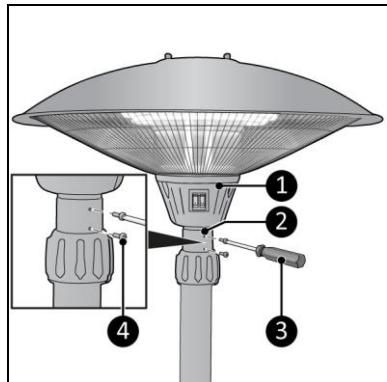

Figura 6
6. Fixați reflectorul de încălzire (Figura 6, poziția 1) la tubul reglabil (Figura 6, poziția 2) cu două șuruburi mici (Figura 6, poziția 4) folosind o șurubelniță Phillips (Figura 6, poziția 3).